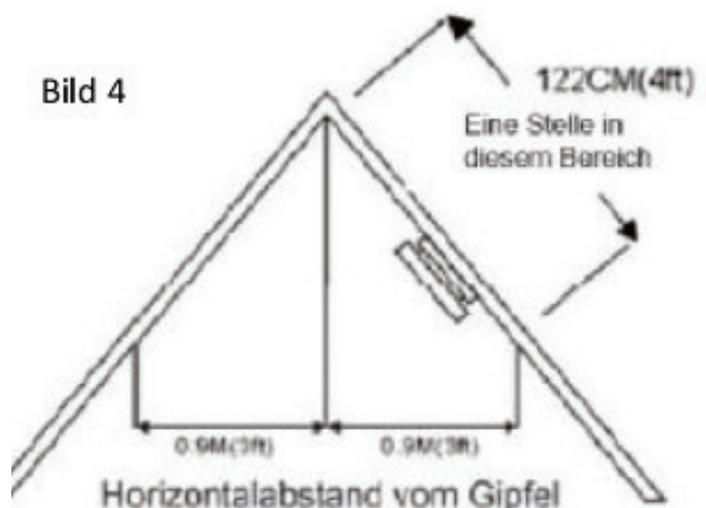

Bild 4
- Wenn das Dach oder die Zimmerdecke schief ist, dann muss der Rauchmelder in einem Abstand von 10 cm zum Dach-First montiert werden (siehe Bild 4).